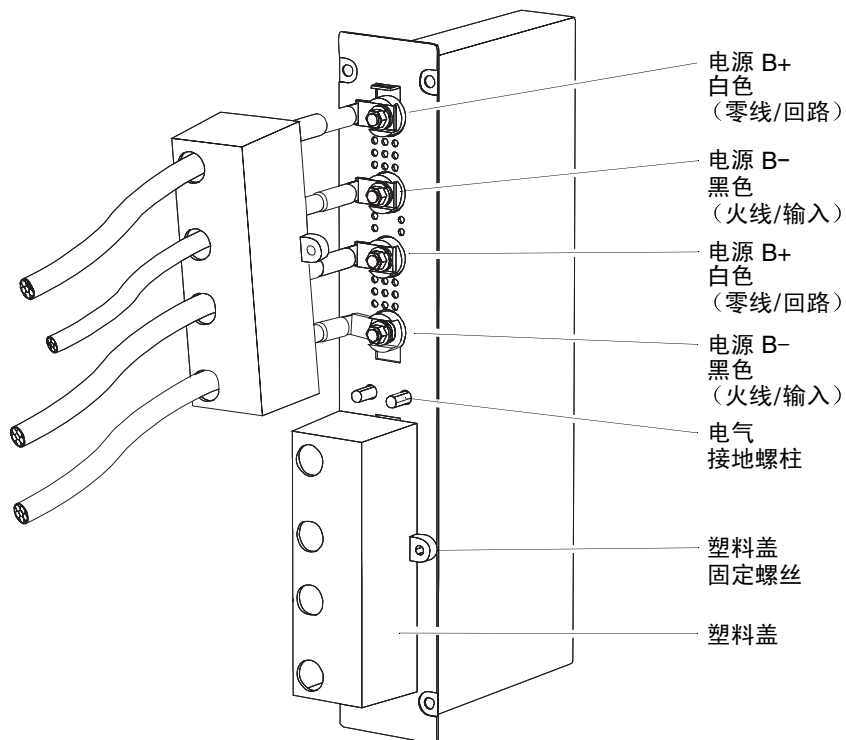

图 1-21 直流输入接线盒 (已卸下电源 B 塑料盖且露出连接器)
2. 从直流输入接线盒上取下塑料盖（图 1-21）。
- e. 确保将每组供电线路的接地导线连接到电气接地螺柱上（图 1-21）。